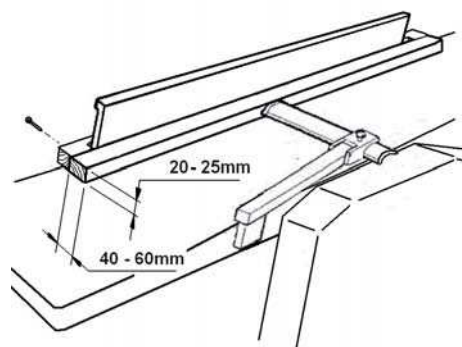

Рис. 14
- Закрепить вспомогательное ограждение, чтобы обеспечить безопасное направление узких деталей (см. Рис. 14).